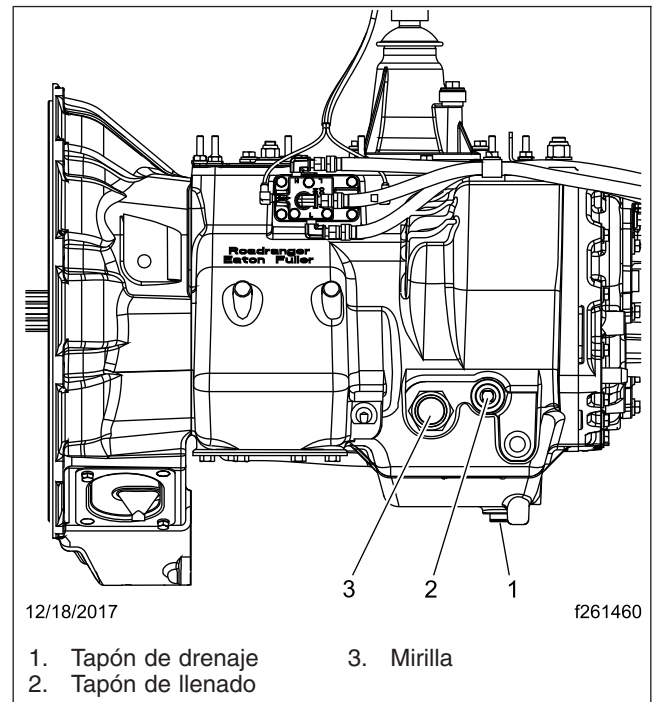

Figura 8, Transmisión Eaton Fuller equipada con mirilla
1. Limpie la mirilla del nivel de aceite. Vea la **Figura 8**.